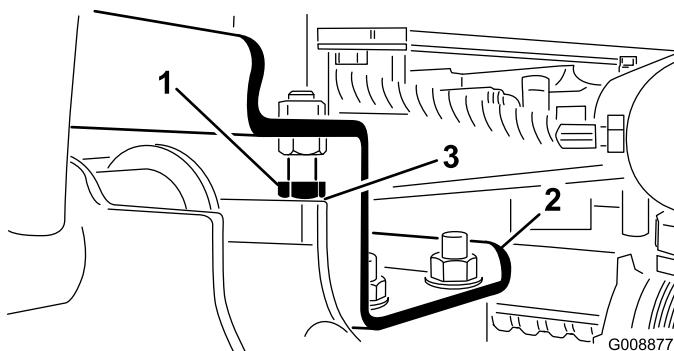

Figure 26
- A. Desserrez les boulons d'arrêt et ajustez le vérin afin d'obtenir l'écartement voulu (Figure 26).
- 2. Vérifiez que l'écartement entre chaque bras de relevage et le boulon d'arrêt est de 0,13 à 1,02 mm (Figure 26).